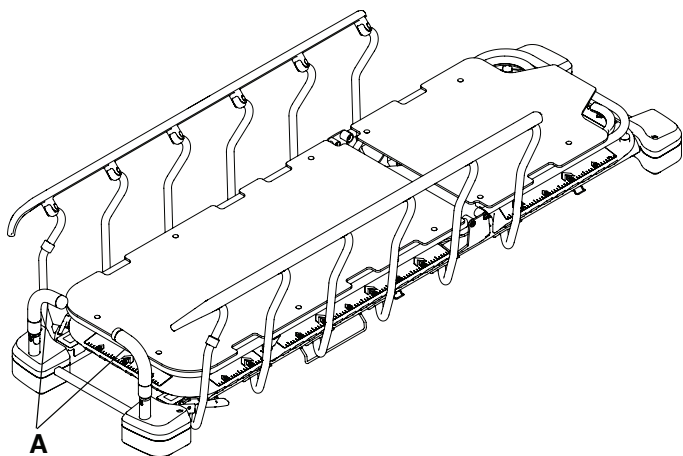

**Abbildung 9 – Positionieren der Fußende-Schiebegriffe**
1. Die Fußende-Schiebegriffe (A) einzeln gerade nach oben ziehen (Abbildung 9).
2. Die Fußende-Schiebegriffe (A) in die Gebrauchsposition schwenken.